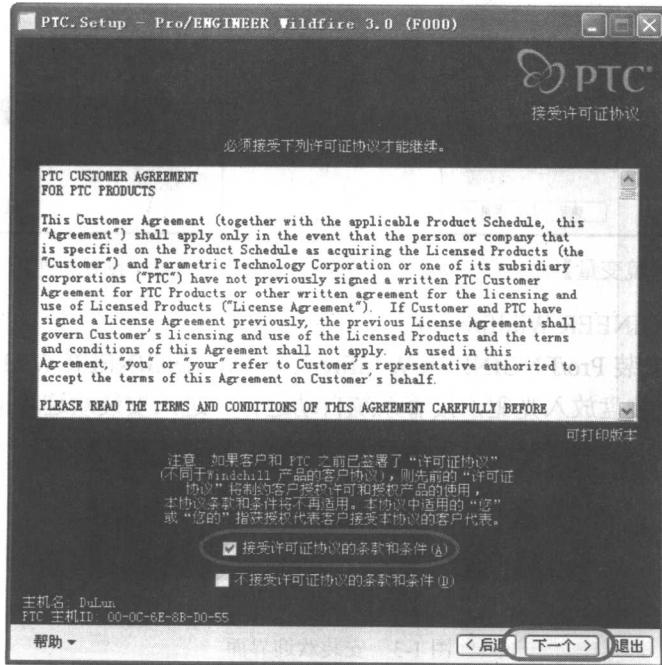

图 1-5 接受许可证协议界面 1
(3) 单击【下一个 >】按钮进入接受许可证协议界面 1，选中【接受许可证协议的条款和条件】选项，如图 1-5 所示。